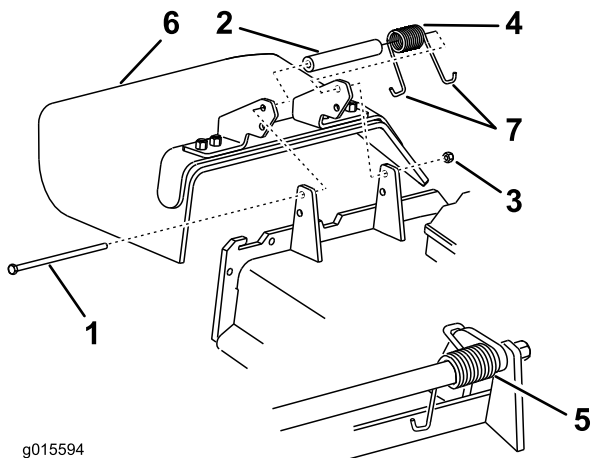

Figura 55
3. Retire la contratuerca, el perno, el muelle y el espaciador que sujetan el deflector a los soportes de pivote (Figura 55).
5. Coloque un gancho en J del muelle detrás del reborde de la carcasa (Figura 55).
**Nota:** Asegúrese de colocar un extremo en J del muelle detrás del reborde de la carcasa antes de instalar el perno, como se muestra en la Figura 55.
7. Coloque un gancho en J del muelle alrededor del deflector de hierba (Figura 55).